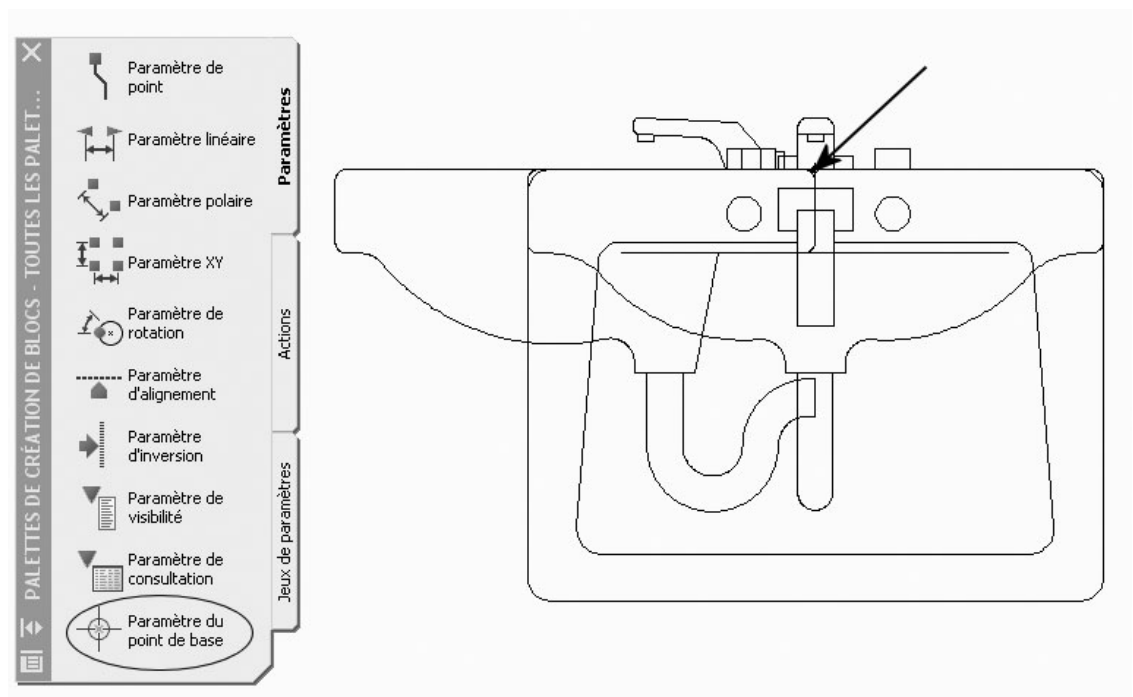

Fig.7.37
- 6 Dans l'onglet **Paramètres** (Parameters) sélectionner **Paramètre de point de base** (Base point parameter) et pointer le point milieu supérieur du bloc Evier-plan (fig.7.37).